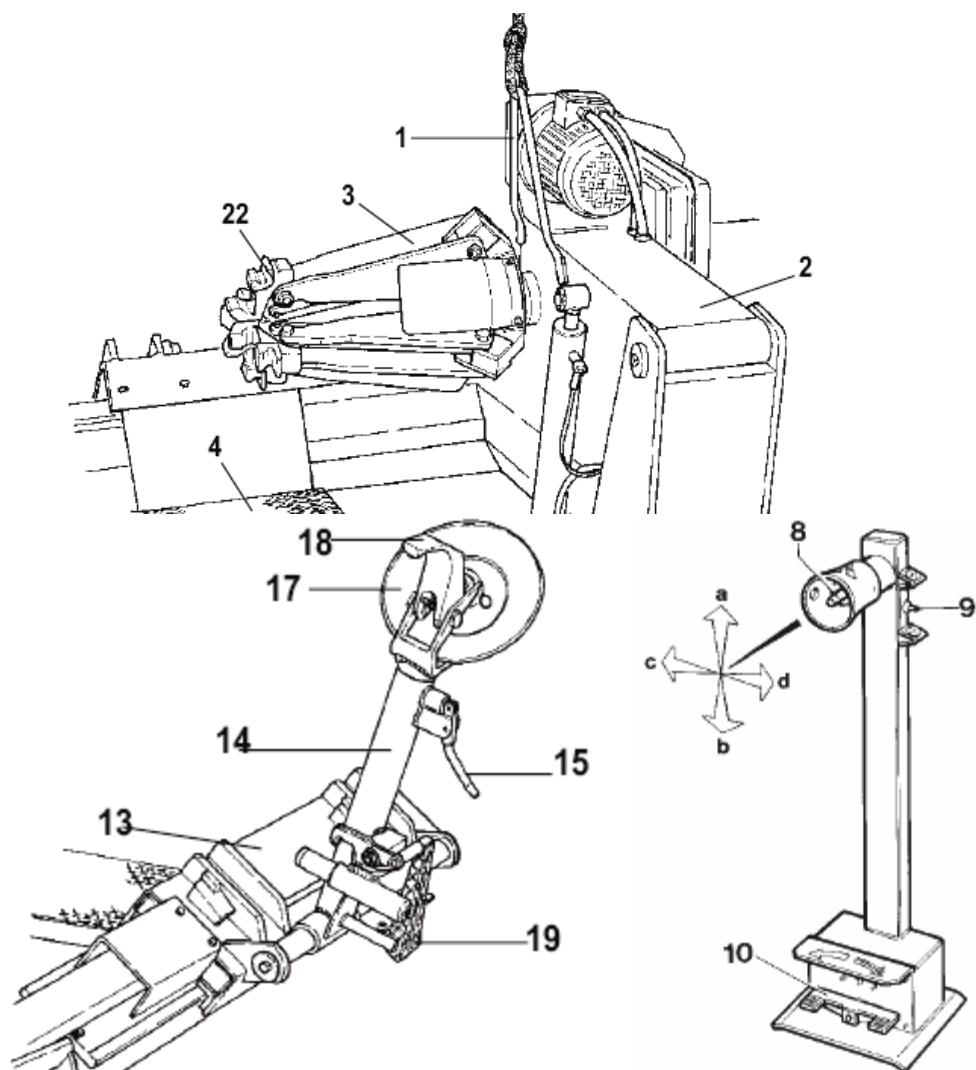

Рис. 5
Сначала при помощи рычага 15 (рис.5) установите кронштейн в данное положение.
- 1) Установите рычаг 8 (рис.5) в верхнее положение (a): кронштейн зажимной цанги 2 (рис.5) должен подняться, при установке рычага в нижнее положение (b) кронштейн должен опуститься.
- 2) Установите рычажок пульта в левое положение (c): каретка и передвижная платформа 13 (рис.5) должны подняться к зажимному устройству 3 (рис.5), установите рычажок в правое положение (d) - каретка и платформа должны отодвинуться от зажимного устройства.
Установите тумблерный переключатель 9 (рис.5) в верхнее положение: кронштейны зажимного устройства 3 (рис.5) должны открыться; переведите переключатель вниз: кронштейны зажимного устройства должны закрыться.
- 3) Отожмите правую педаль 10 (рис.5). Зажимное устройство 3 (рис.5) должно повернуться по часовой стрелке, отожмите левую педаль зажимное устройство должно повернуться против часовой стрелки.
- 4) Для того, чтобы быть уверенным в том, что гидросистема работает правильно: переведите тумблерный переключатель 9 (рис.5) в верхнее положение, чтобы кронштейны зажимного устройства полностью выдвинулись. Удерживая переключатель в этом (верхнем) положении, проверьте давление на манометре: оно должно составлять  $130 \text{ бар} \pm 5\%$ . Если давление не соответствует данным значениям, см. главу «Поиск и устранение неисправностей» данного руководства для решения проблемы.
- 2) Установите кронштейн снимающего рычага 14 (рис.5) в вертикальное положение.
- 3) При помощи переносного блока управления отодвиньте выдвижной стол 13 (рис.5) от самоцентрирующейся цапги и установите колесо вертикально на выдвинутом столе.
- 4) При помощи переносного блока управления поднимите или опустите кронштейн, чтобы установить самоцентрирующуюся цапгу 3 (рис.5) по центру по отношению к ободу.
- 5) При помощи кронштейнов зажимного устройства 22 (рис.5) в закрытом положении передвиньте колесо на выдвижном столе к самоцентрирующейся цапге. Посредством переключателя 9 (рис.5) зафиксируйте цапгу на внутренней поверхности обода колеса. Наиболее удобное место для зажима обода может быть выбрано в соответствии с рисунком 10.